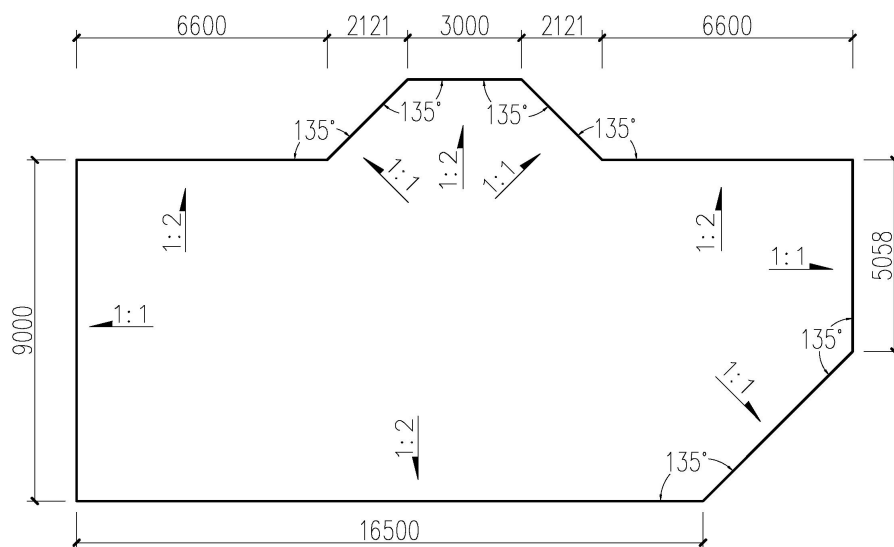

图 2-1 坡屋面的水平投影轮廓、尺寸和坡度
1. 已知不等坡屋面水平投影轮廓、尺寸和坡度，如图 2-1 所示。